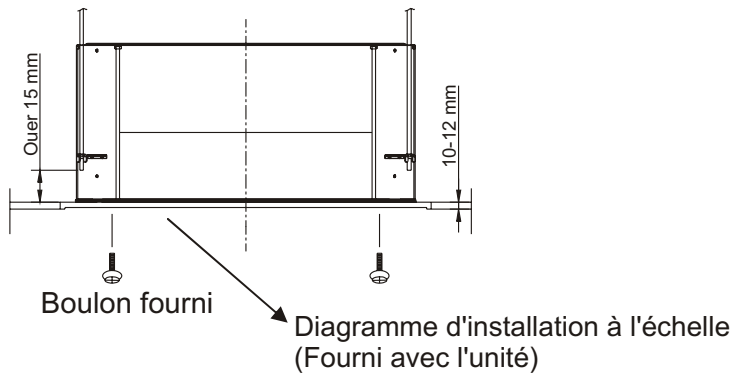

Figure 8
- 3 La longueur des boulons de suspension doit être appropriée à la distance entre la partie inférieure du boulon et la partie supérieure de l'unité à plus de 15 mm, ainsi qu'indiqué en figure 8.